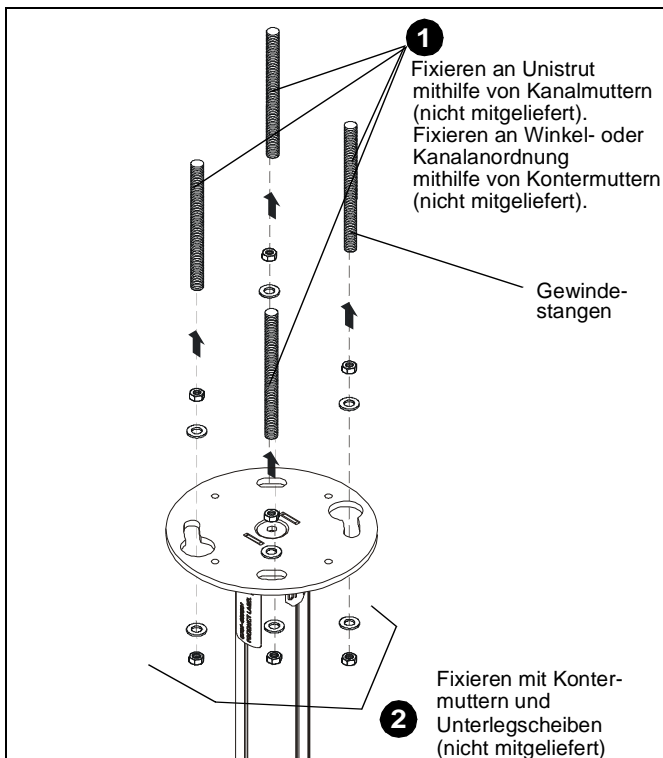

Abb. 7
2. Befestigen Sie die Gewindestäbe mit 9,5 mm (3/8")-Kontermuttern (nicht mitgeliefert) und Unterlegscheiben an der CPA-Halterung (jeweils eine innen und eine außen – nicht mitgeliefert). (Siehe Abb. 7)